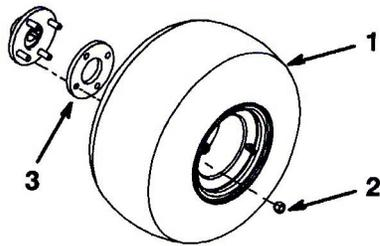

図 2
2. 各ハブにホイールを取り付ける(図2;1つのホイールにラグナット4個) ナットを 45-55 ft.-lb.にトルク締めする(61-75 Nm=6.2~7.6 kg.m)。